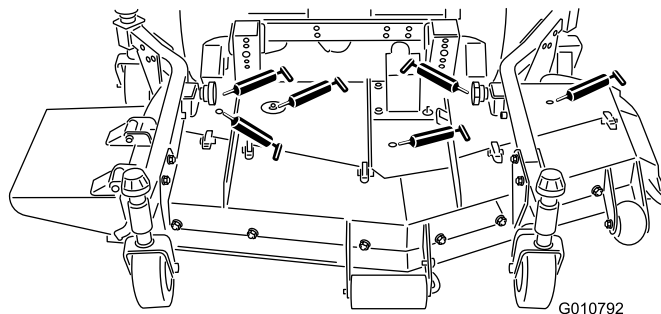

Figura 17
- cuscinetti del fusello della lama (Figura 17)
- giunti sferici del braccio di spinta destro e sinistro (Figura 17)